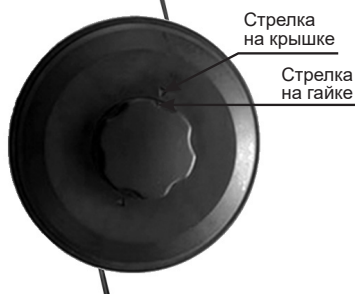
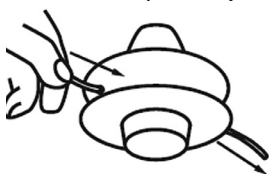

Рис.13 Совмещение стрелок
Рис. 14 Установка корда
2. Отрежьте корд длиной примерно 3,5 м. Совместите стрелки на гайке со стрелками на крышке (Рис. 13). Проденьте корд через триммерную головку (Рис. 14). Концы корда с двух сторон должны быть примерно одинаковой длины.